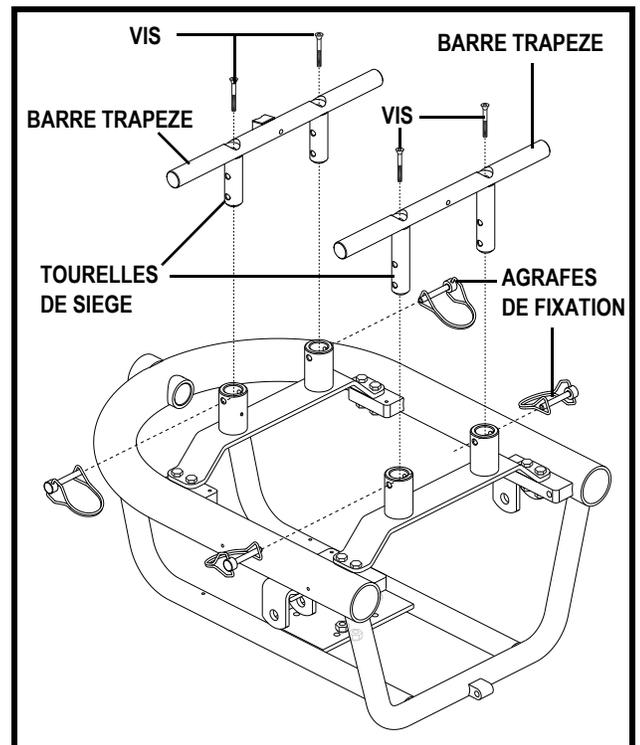

Figure 16. Emplacement des barres trapèze
7. Desserrez les vis qui retiennent la barre trapèze aux tourelles de siège. Voir la figure 16.
- Retirez les agrafes de fixation qui retiennent des tourelles de siège à la base motorisé. **Voir la figure 16.**